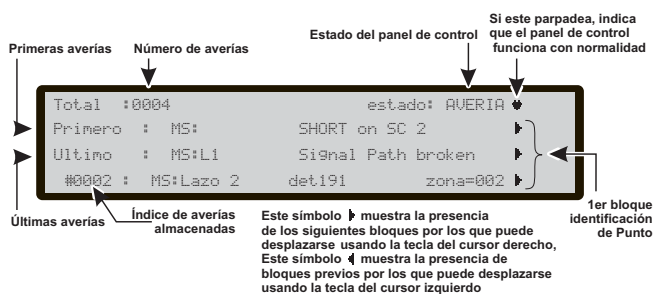

Figura 14 Pantalla: ESTADO AVERÍA.
- La Figura 14 muestra el estado de Avería en la Central.